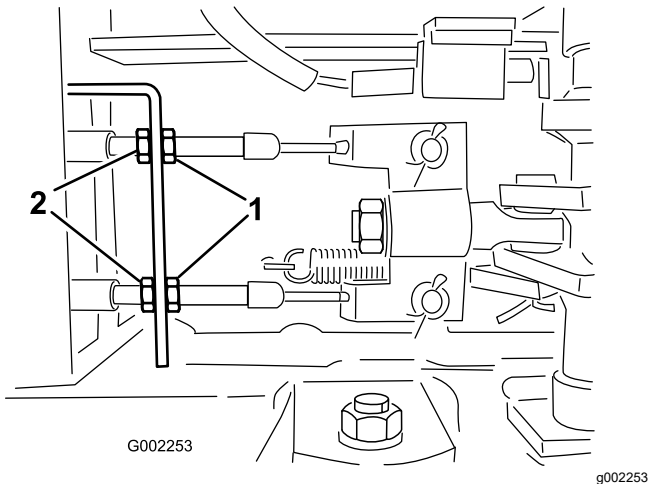

Figura 96
5. Afloje las contratuercas delanteras de los cables de freno, debajo del extremo delantero del fumigador (**Figura 96**).
6. Apriete las contratuercas traseras en la misma cantidad hasta que el pedal de freno recorra entre 1 a 2 cm ($\frac{1}{2}$ " a 1") antes de que se note resistencia (**Figura 96**).